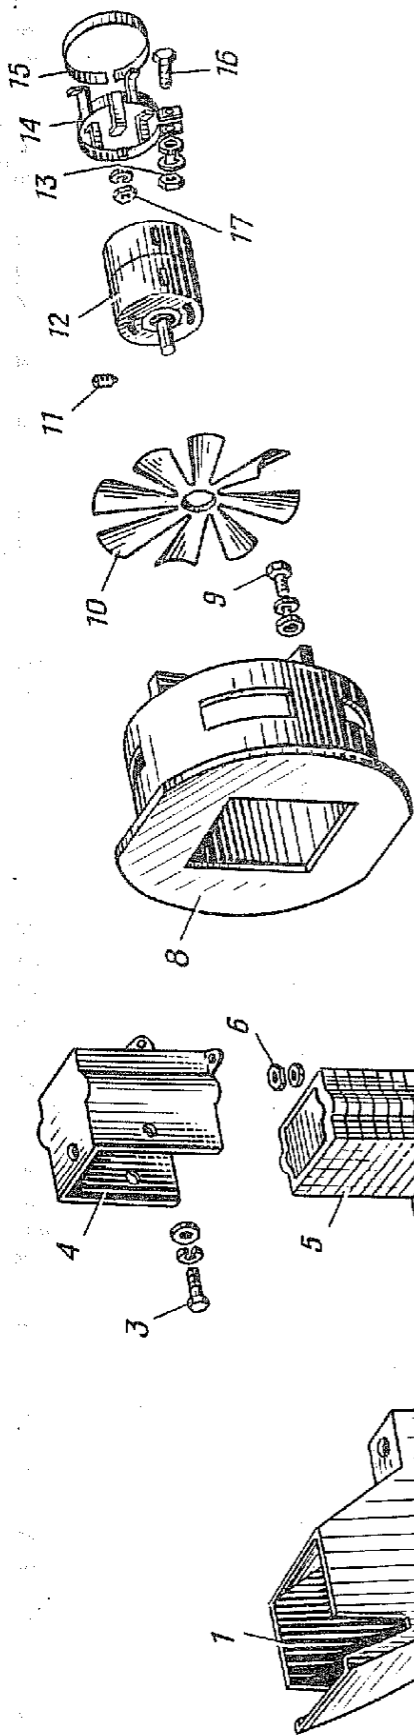

Рис. 44. Дополнительный масляный радиатор в сборе:
1.2. Отвернуть болты 2 (рис. 44) и снять воздухоподводящий рукав 1 (головка 10, вороток).
2.1. Установить дополнительный масляный радиатор 5 (рис. 44) на проставку 7 и закрепить гайками с плоскими шайбами (головка 10, вороток).
1.3. Отсоединить провод от электродвигателя 12 (рис. 44) (ключ 8).
2.1. Установить хомут 14 (рис. 44) с прокладкой 15 на электродвигатель и закрепить болтом 16 и гайкой 13 с плоской и пружинной шайбами (ключ 10).